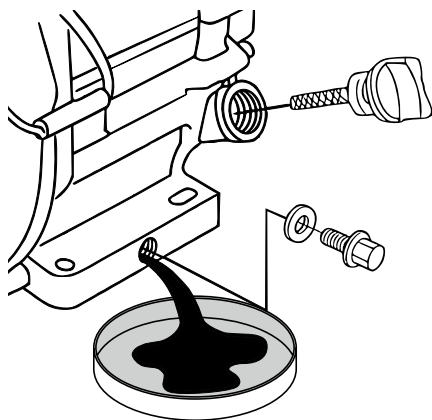

рис. 15. Замена масла в двигателе
4. Очистите от загрязнений крышку-щуп и зону вокруг маслозаливной горловины. Извлеките крышку-щуп из маслозаливной горловины (Рис. 15) и протрите щуп чистой ветошью.
5. Открутите пробку для слива масла и слейте отработанное масло в подготовленную для этого емкость (Рис. 15).